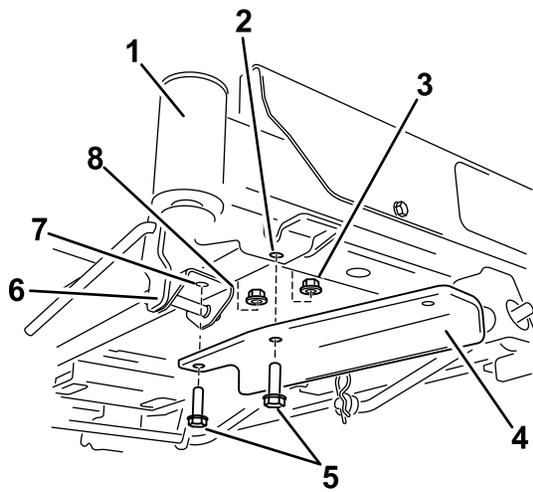

Bild 7
- Maschinen mit Hubpedal: Entfernen Sie die vorderen Befestigungen in der Halterung des Hubpedals und befestigen Sie die Halterung mit zwei Schrauben und zwei Sicherungsmuttern (**Bild 7**).